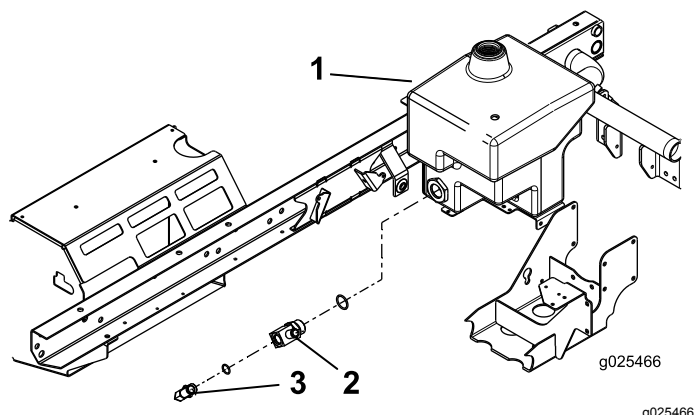

Figura 11
1. Instale provisionalmente el acoplamiento en T grande en el depósito hidráulico (Figura 11).
2. Instale el acoplamiento de 90° en el acoplamiento en T grande (Figura 11).